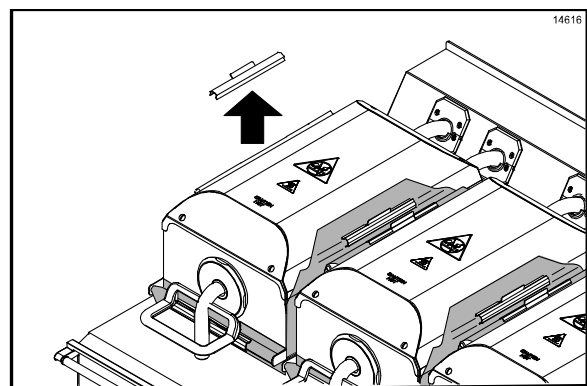

Figure 45
12. Retirer les épingles de verrouillage, les barres et les feuilles de protection supérieures et inférieures. Laver et rincer les épingles et les barres dans l'évier en 3 parties. Si nécessaire, les faire tremper dans une solution chaude de **SolidSense APSC** pour éliminer toute accumulation de carbone (Cf. Figure 45).